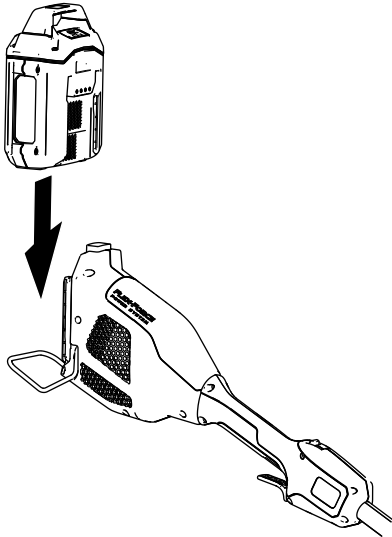

Figura 9
2. Alinee el hueco de la batería con la lengüeta del alojamiento de la empuñadura (Figura 9).